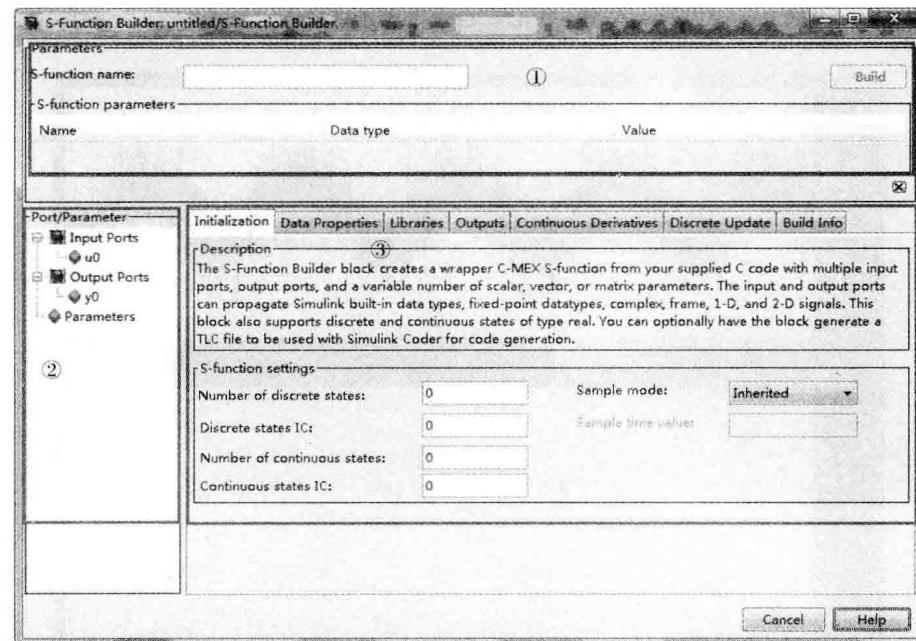

图 10.5-20 S-Function Builder 首页
双击该模块可以打开其 GUI 对话框,如图 10.5-20 所示,包含 3 个部分:
- ① S 函数名称及参数列表显示部分。
- ② S 函数端口及参数的结构树形图。
- ③ 7 个与 S 函数各个子方法对应的配置页面。
用户可以在①中给定 S 函数的名字,并显示出用户在③的 Data Property 页面下添加的参数属性列表。图 10.5-20 显示了默认时 S-Function Builder 设定的单输入单输出无参数情况下的端口结构树形图。③则与 S 函数的子方法紧密对应,对应关系如表 10.5-15 所列。